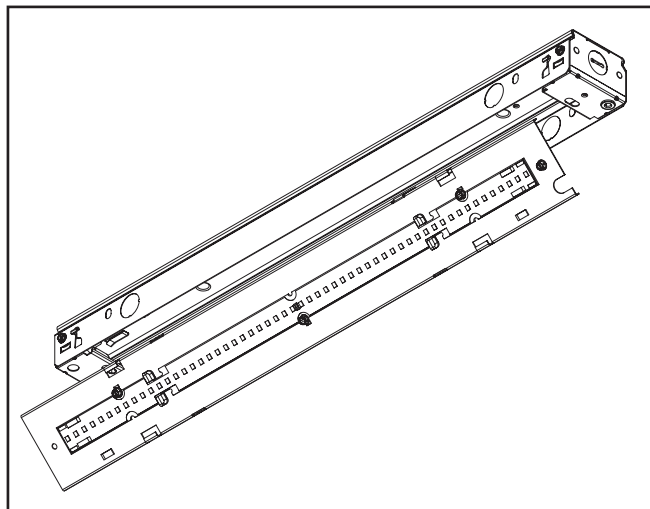

Figure 1.
1. Assemblez la base du luminaire et mettez de côté le couvercle du canal pour vous simplifier l'installation. (Figure 1.)